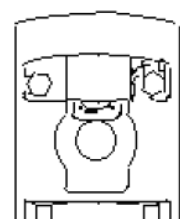

Fig. 10
7. Kierrä teräpidin salpaa vastapäivään kunnes teräpidin lukkiutuu paikalleen. Fig 10.